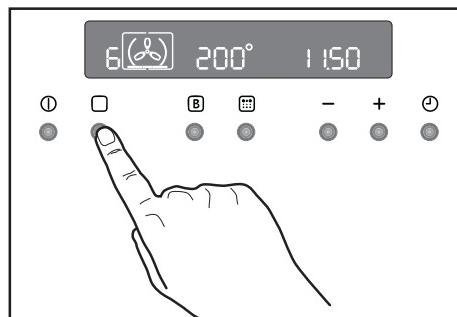

Abb. 5
1) Schalten Sie den Backofen mit der Taste ① ein.
2) Drücken Sie die Taste  um die gewünschte Funktion auszuwählen. Bei jedem Drücken der Taste  wird ein Funktionssymbol im Display eingeblendet und links vom ausgewählten Funktionssymbol erscheint die entsprechende Funktionsnummer (Abb. 5).